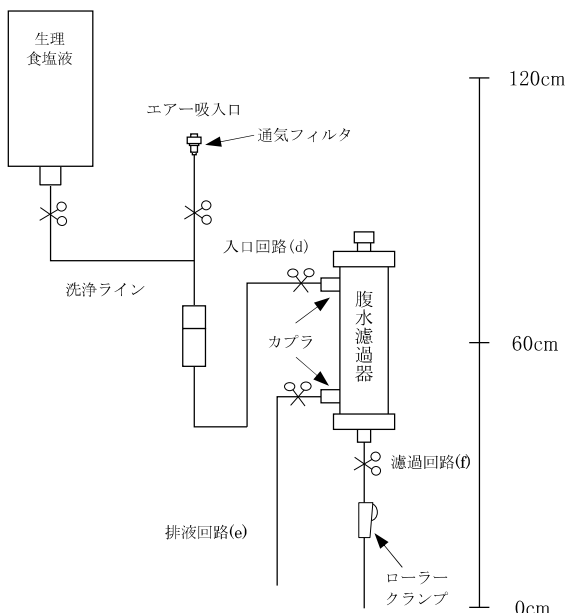

図4 外圧濾過法(落差式)の回路図
- 1) 本品をイルリガードル台のホルダーに取り付ける。(以降の手順に従い、図4の通り接続する)